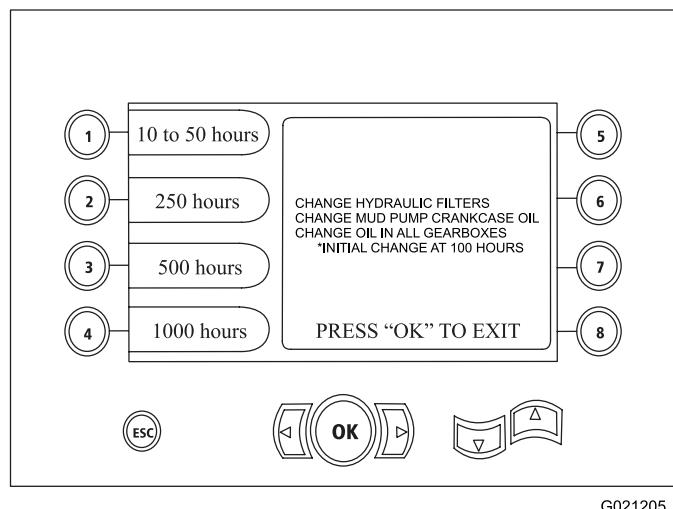

Figura 26
- Botão 3 – programação de manutenção de 500 horas (Figura 26)